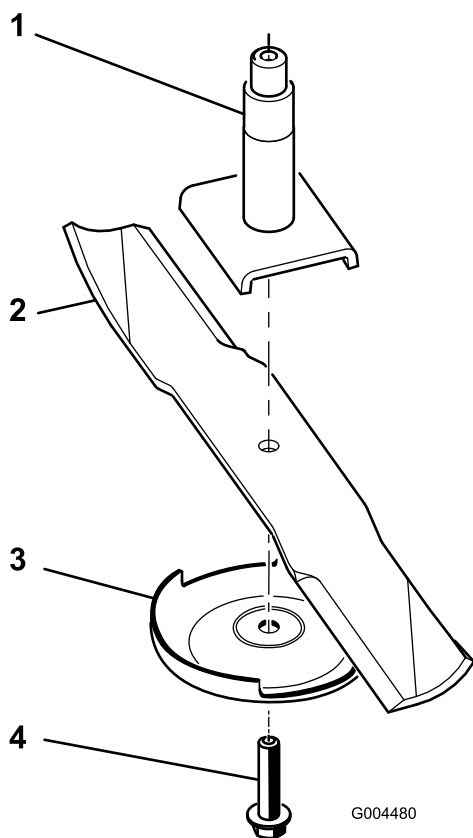

Figura 71
Nota: Se a lâmina ficar na horizontal é porque está equilibrada e pode ser utilizada. Se lâmina não estiver equilibrada, lime algum metal da extremidade da aba apenas (Figura 71). Repita este procedimento até a lâmina estar equilibrada.
1. Instale lâmina no eixo (Figura 71).
2. Instale a placa antidanos e o parafuso da lâmina (Figura 71).